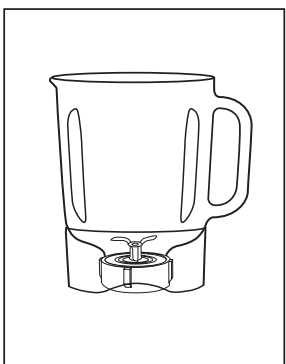

FIGURE 3
4. Poser l'anneau de serrage fileté par dessus la lame et l'ouverture du récipient, et le resserrer en le faisant tourner dans le sens des aiguilles d'une montre (*Figure 3*).